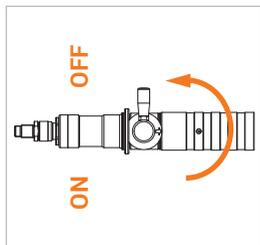

Abbildung 5
- ▶ Drehen Sie den Betätigungshebel (Pos. 3) der Füllkupplung um 180° in die OFF-Position (*Abbildung 5*). **Bitte beachten:** Der Bereich zwischen Tanknippel und Schalteinheit der Füllkupplung wird über die Gasrückführung vollständig entlüftet. Die Füllkupplung ist in OFF-Position druckentlastet, der Füllschlauch bleibt jedoch weiterhin druckbeaufschlagt.